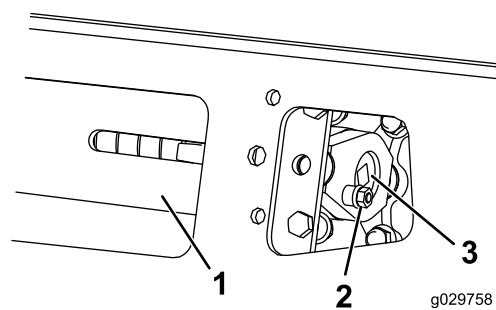
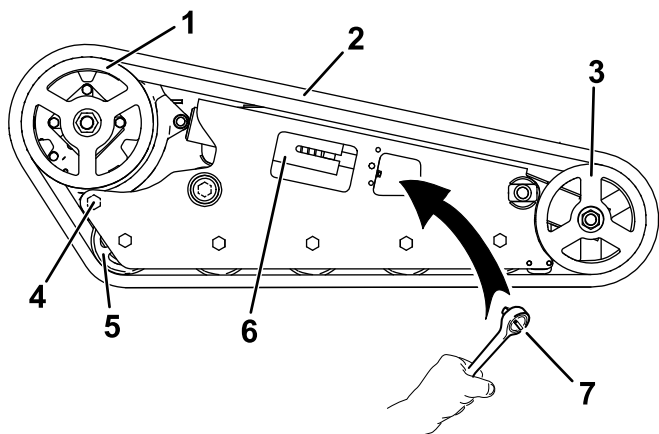

Рисунок 59
Рисунок 60
3. Отверните зажимной болт и гайку (Рисунок 59).
5. Совместите ближайшую выемку в натяжном винте с отверстием в зажимном болте и закрепите винт при помощи зажимного болта и гайки (Рисунок 59).
4. Отверните зажимной болт и гайку (Рисунок 59).
5. Используя ключ с храповым механизмом на 1/2 дюйма, ослабьте натяжение привода, вращая натяжной винт по часовой стрелке (Рисунок 59 и Рисунок 60).
6. Ослабьте задний болт, расположенный возле ведущего колеса (Рисунок 60).
8. Когда гусеница будет снята с переднего катка, снимите ее с ведущего колеса и опорных катков (Рисунок 60).
9. Начиная с ведущего колеса, проложите вокруг него новую гусеницу, убедившись, что выступы на гусенице входят в зазор между проставками на колесе (Рисунок 60).
10. Протолкните гусеницу под опорные катки и одновременно между ними (Рисунок 60).
- Отвинтите зажимной болт и гайку (Рисунок 59).
- Используя ключ с храповым механизмом на 1/2 дюйма, ослабьте натяжение привода, вращая натяжной винт по часовой стрелке (Рисунок 59 и Рисунок 60).
- Ослабьте задний болт, расположенный возле ведущего колеса (Рисунок 60).